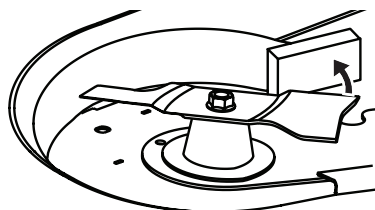

Fig. 63
1. Asegure que la cuchilla no gire en sentido contrario a las agujas del reloj durante el servicio colocando un bloque de madera entre la cuchilla y la carcasa de la plataforma (Fig. 63), o envuelva un extremo de la cuchilla con un trapo y sosténgala firmemente.